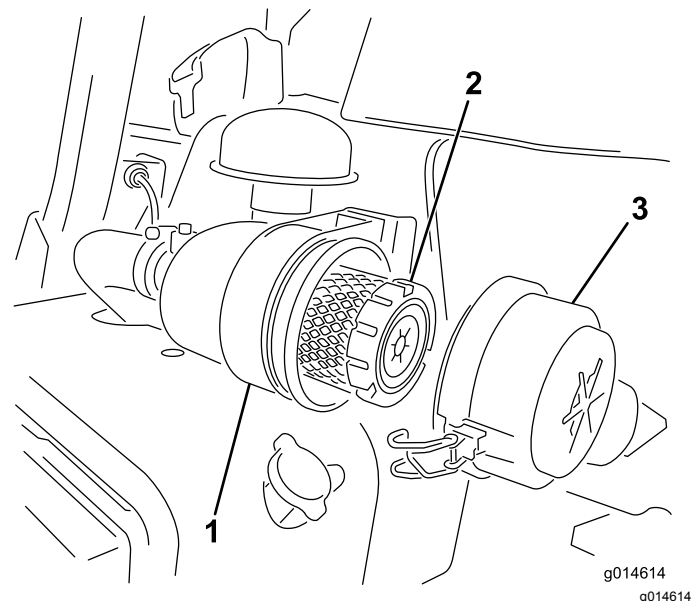

Bild 23
1. Lösen Sie die Riegel, mit denen die Abdeckung des Luftfilters am Luftfiltergehäuse befestigt ist (Bild 23).
7. Befestigen Sie die Laschen (Bild 23).